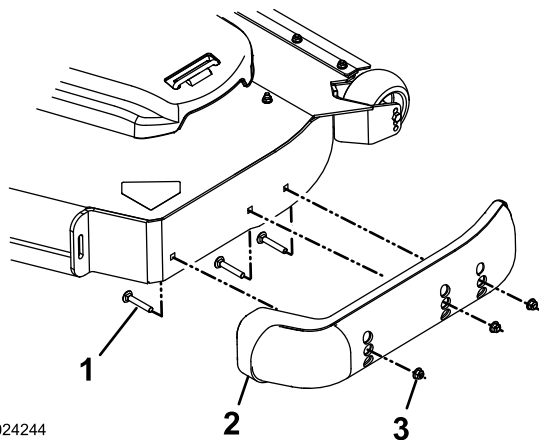

Figura 29
3. Retire los pernos de cuello cuadrado y las tuercas de cada patín (Figura 29).